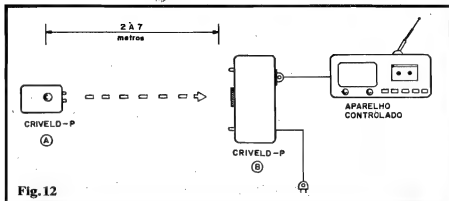

Fig. 12
- FIG. 12 - O FUNCIONAMENTO - Sem nenhum tipo de regulação ou calibração, depois dos conjuntos montados e "encaixados", liga-se o "rabicho" do receptor do CRIVELD a uma tomada de C.A. local, acoplando-se, por sua vez, a carga a ser controlada (experimentalmente pode ser um simples aparelho de rádio que possa trabalhar alimentado pela C.A.) à tomada de Sáfda do módulo. Em seguida, inicialmente em posição bem próxima (1 ou 2 metros) "aponta-se" o transmissor do CRIVELD para o receptor e aperta-se o botão, por um breve instante... A cada "toque" no botão do transmissor, deverá inverter-se o status da carga controlada (se for o sugerido rádio, este ligará e/ou desligará, a cada comando...). Notar que o LED verde do receptor do CRIVELD indicará visualmente o estado (ligado ou não) da Sáfda de Potência, enquanto que o LED vermelho "reagirá", iluminando-se por um breve período, a cada comando efetuado... Inclusive, graças aos dois LEDs pilotos, o teste inicial de funcionamento pode até ser feito sem nenhuma carga acoplada à Sáfda de Potência do receptor...! Depois de configurado o funcionamento correto, pode-se afastar mais e mais o transmissor (sempre, porém, mantendo-o "apontado" para o receptor, durante os comandos...), verificando o alcance real do sistema... Dependendo de uma série de fatores (perfeito alinhamento, rendimento dos LEDs I.V. utilizados, presença ou não de "filtro" ótico no receptor, condição real de lumino-